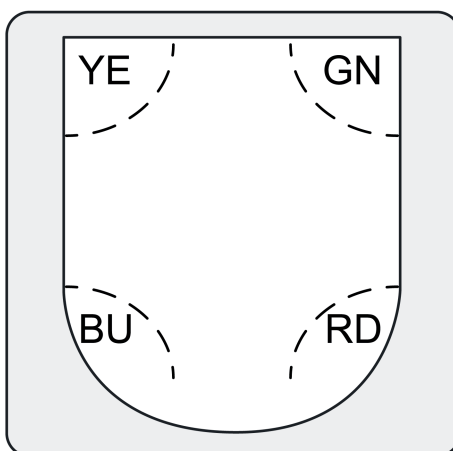

Рисунок 7: Статус LED
За окошком датчика (4) находятся светодиоды статуса, отображающие текущее рабочее состояние (рисунок 7).